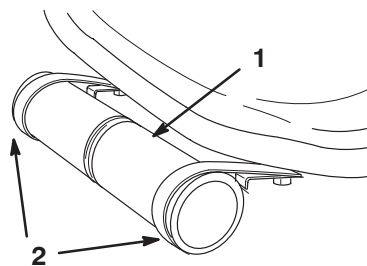

Figure 7
1. Retirez le tube du manuel et les colliers en R fixés à la plaque de base du siège. Conservez (2) vis et rondelles plates de fixation.
2. Montez les colliers en R, sans les serrer, dans les trous extérieurs du côté gauche du siège au moyen de (2) vis et rondelles plates retirées précédemment (Fig. 7).
3. Montez le tube de manuel dans les colliers en R, insérez le manuel dans le tube et vissez le capuchon sur le tube (Fig. 7). Serrez les vis.